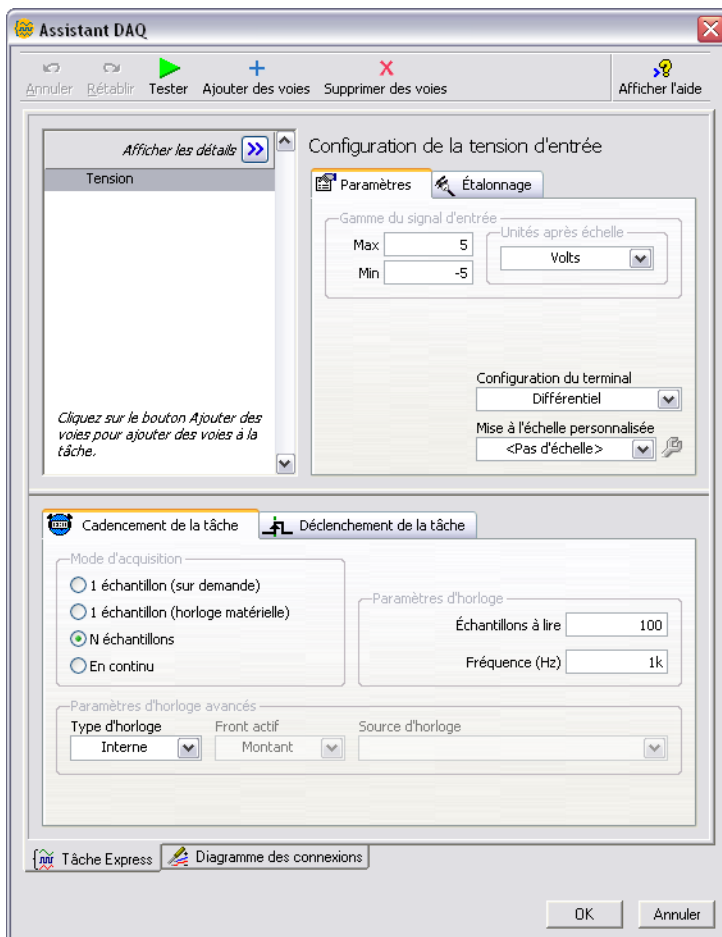

Figure 4-1. Configuration d'une tâche avec l'Assistant DAQ
6. Dans la liste de **Voies physiques supportées**, sélectionnez la voie physique à laquelle l'instrument connecte le signal **comme, par exemple, ai0**, puis cliquez sur le bouton **Terminer**. L'Assistant DAQ ouvre une nouvelle boîte de dialogue, représentée dans la figure 4-1, qui affiche les options pour configurer la voie que vous avez sélectionnée pour la tâche.